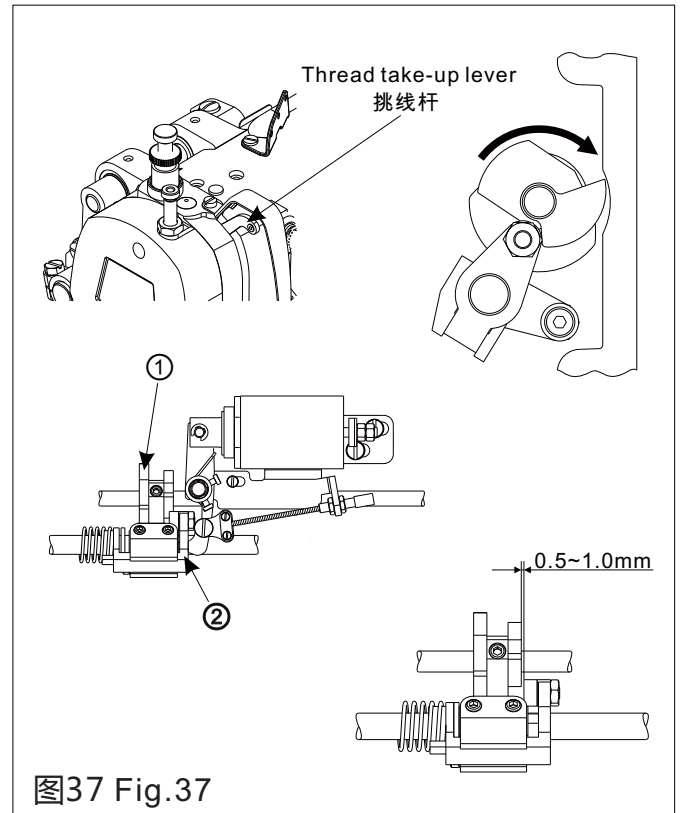

图37 Fig.37
5.安装剪线凸轮 (图37)
2)手动打开电磁铁,移动并旋转剪线凸轮①,直到接触凸轮曲柄②的滚柱,然后固定凸轮。
3)关闭电磁铁,使凸轮曲柄②回复到原始位置,这样凸轮①与凸轮曲柄②的滚柱端面会产生0.5~1.0mm的标准间隙。
5. Installing the trimming cam(Fig.37)
6. Adjusting the knives(Fig.37)